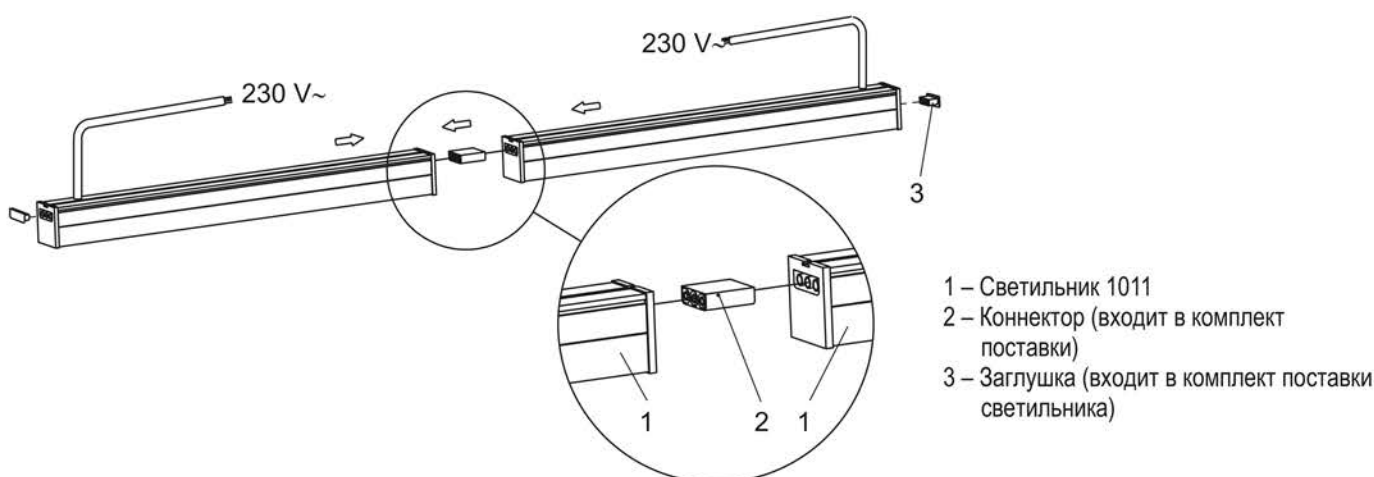

Рисунок 7 – Монтаж и подключение к сети 230 В линейной системы одиночных светильников
4.11 Линейный светильник 1011 допускается собирать в линейные системы (рисунок 7) с подключением каждого светильника отдельно к сети 230 В.